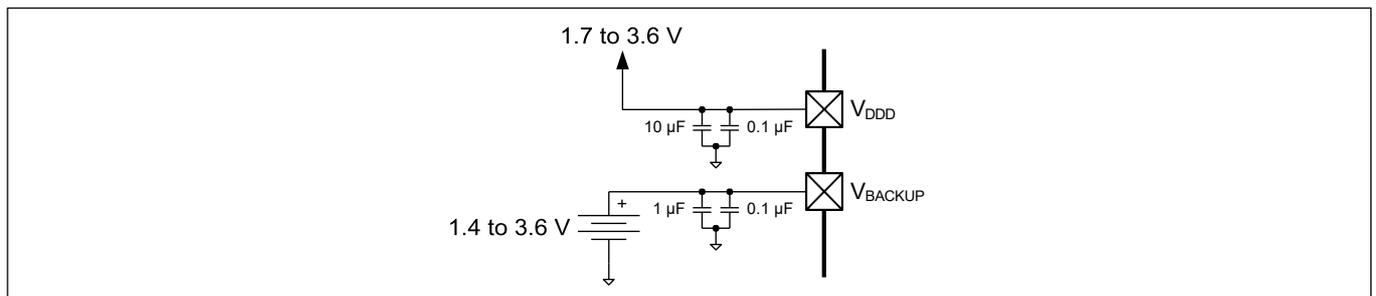

图 18 单独的电池连接至  $V_{BACKUP}$
- $V_{BACKUP}$ ：备份域的电源，包括 32 kHz WCO 和 RTC。它可以是低至 1.4 V 的独立电源，用于电池或超级电容备份，如 图 18 所示。否则，它需要连接到  $V_{DDD}$ 。它为 I/O 端口 0 供电。